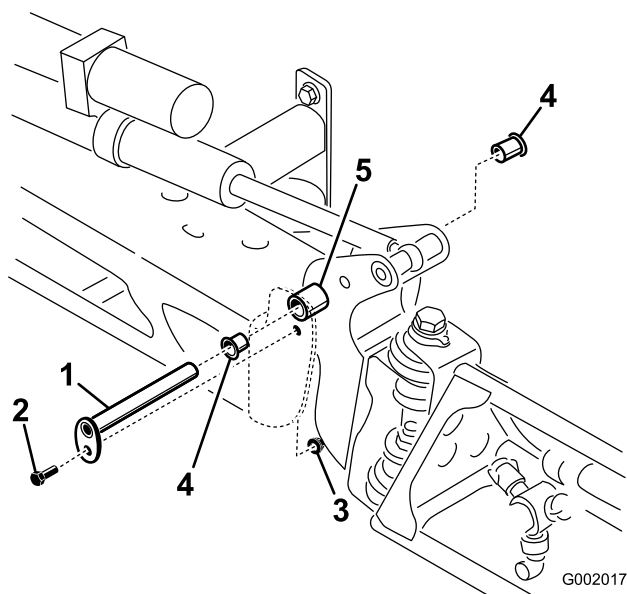

Figura 75
- Instale el conjunto de brazo y soporte del pivote en el bastidor central, alineando los orificios (Figura 75).
- Con el peso del brazo apoyado, retire el perno y la tuerca que fijan el pasador de giro al conjunto del brazo (Figura 75). Retire el pasador de pivote.
- Retire los casquillos de nylon desde delante y desde detrás del soporte del pivote e inspecciónelos (Figura 75). Sustituya cualquier casquillo dañado.